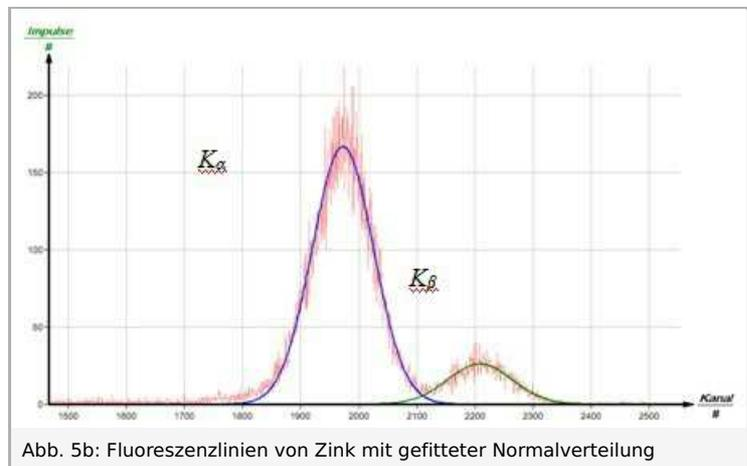

Abb. 5b: Fluoreszenzlinien von Zink mit gefitteter Normalverteilung
- Anschließend Kurvenbereiche nacheinander „markieren“, Fenster „Kurvenfitting“ öffnen und „skalierte Normalverteilung“ aussuchen und übernehmen (siehe Abb. 5b),